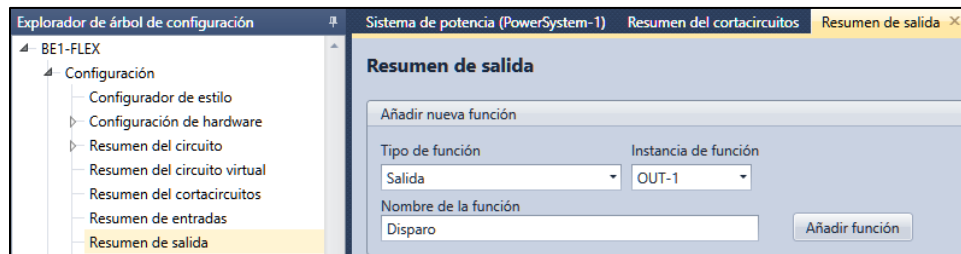

Figura 2-14. Pantalla de resumen de salida
Paso 9: Seleccione Resumen de salida en la rama Configuración. Edite el nombre de la función en "Disparo". Seleccione Agregar función. Agregue una segunda salida denominada "Alarma". Consulte Figura 2-14.